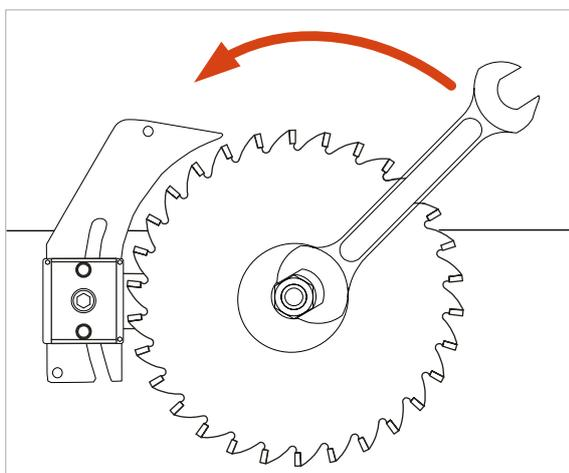

Abbildung 29: Kreissägeblatt montieren
Wichtig: Beachten Sie hierbei die Drehrichtung des Sägeblattes (im Uhrzeigersinn) → Die Zähne müssen von der Maschinen-Vorderseite aus gesehen nach rechts zeigen (siehe ⇒ Abbildung 29).
- Danach Schrauben Sie die Spannmutter (M) durch Drehen gegen den Uhrzeigersinn auf (siehe Pfeilrichtung in ⇒ Abbildung 29) und ziehen das Kreissägeblatt mit dem SW 36 mm Maulschlüssel gut fest.
- ⚠ Wichtig! Ziehen Sie anschließend die Verdrehsicherung (V) wieder aus der Tischöffnung heraus.**